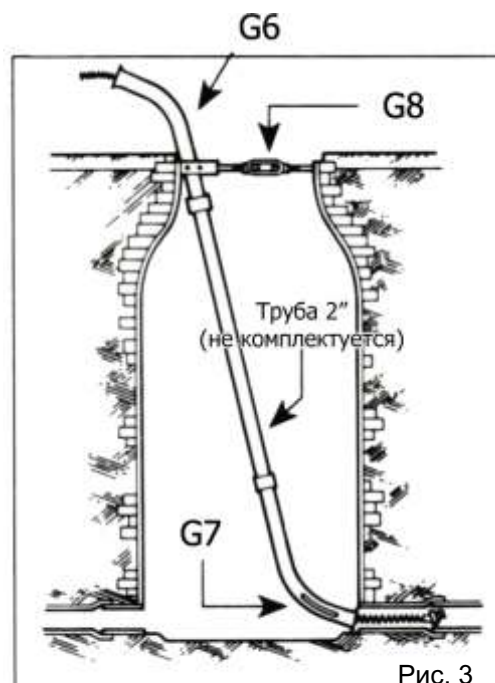

Рис. 3
9. Прочищая трубопровод, к которому нельзя легко приблизиться, в траншее или открытом люке канализации, используйте отвод для колодцев (GT-SET). Это позволит избежать скручивания спирали и облегчит работу оператора (см. рис. 3). Прежде чем опускать устройство в колодец, убедитесь, что спираль полостью прошла трубу и прочистной инструмент, присоединен. (Отвод для колодцев - GT-SET, заказывается отдельно).